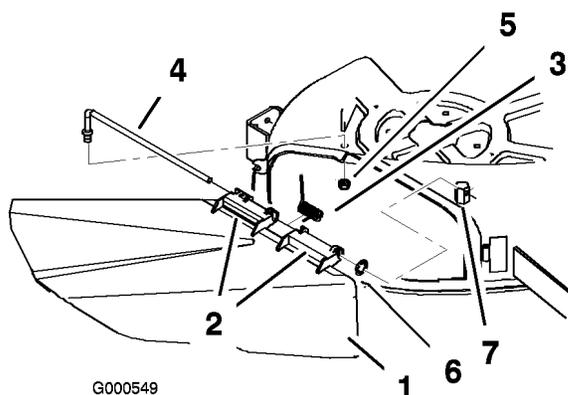

Figura 50
1. Individuate le parti illustrate nella Figura 50.
2. Togliete il dado (3/8 poll.) dall'asta sottostante il tosaerba (Figura 50).
3. Estraete l'asta dal distanziatore corto, dalla rosetta di sicurezza interna, dalla molla e dal deflettore di sfalcio (Figura 50). Togliete il deflettore dell'erba tagliata se è danneggiato o consumato.
4. Rimontate il deflettore di sfalcio e la rosetta di sicurezza interna (Figura 50).
6. Collocate la molla sull'asta (tenendo abbassati i fili alle estremità), tra le staffe del deflettore di sfalcio. Infilate l'asta nella seconda staffa del deflettore di sfalcio e nella rosetta di sicurezza interna (Figura 50).
7. Inserite l'asta dalla parte anteriore del deflettore dello sfalcio, nel piccolo isolatore sul piatto di taglio. Fissate l'estremità posteriore dell'asta nel tosaerba con un dado (3/8 poll.) (Figura 50).